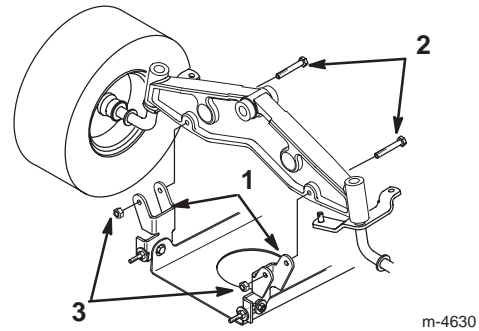

Figure 39
14. Enlevez les boulons et les contre-écrous et déposez les 2 supports de pivot du plateau de coupe de l'essieu avant (Fig. 39).